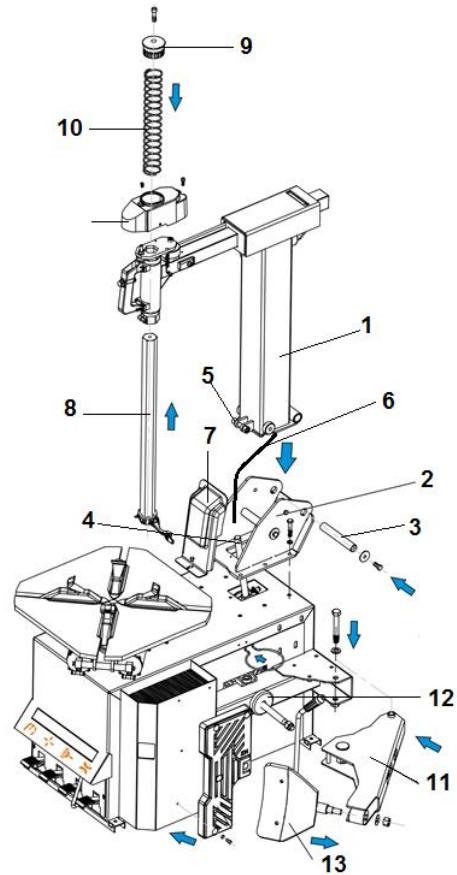

Abb. 4
- Heben Sie die Säule (1, Abb. 4) an Ort und Stelle in den quadratischen Ausschnitt (2, Abb. 4). Die Säule ist sehr schwer und unhandlich, wir raten Ihnen folgende 2 Möglichkeiten: Heben Sie die Säule mit Hilfe von einem Hebegürtel welcher den Europäischen Standard entspricht und zum Heben des Gewichtes der Säule geeignet ist. Heben Sie die Säule mit einer zweiten Person. Da es sich um ein sehr schweres Gewicht handelt raten wir Ihnen diese mit geradem Rücken und geknickten Knien zu heben damit Ihr Rücken so viel wie möglich entlastet wird.
- Führen Sie den Luftschauch (6, Abb.4) der Säule durch das Loch in der Maschine hinter dem Stift (L) (Abb. 5) Bitte beachten Sie dass der Luftschauch nirgendwo klemmt oder eingeklemmt ist!
- Entfernen Sie die Platte, an der Seite der Maschine, und verbinden Sie den Luftschauch. (6, Abb.4=1, Abb.6) mit dem Luft-Regler (3, Abb.6). Zu diesem Zweck führen Sie den Luftschauch in die Kupplung. (2, Abb.6) Versichern Sie sich ob beide Teile fest mit einander verbunden sind!